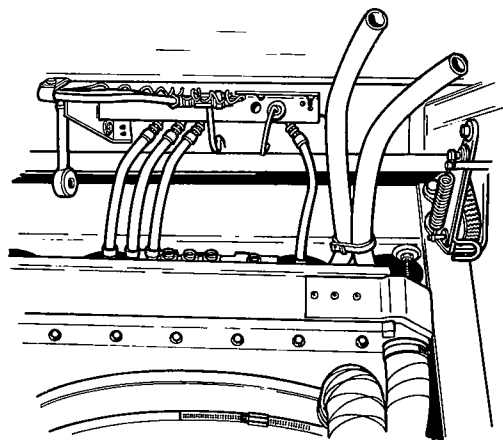

Fig. 4
24. Neem de vier flexibele luchtleidingen, welke zich recht voor de radiator bevinden, los (fig. 4). Plak zolang plakband over de aansluitnippels om het binnendringen van vuil te voorkomen.
25. Verwijder aan de voorzijde van de cabine de grille en neem de beide kachelslangen los (fig. 4 en 5).